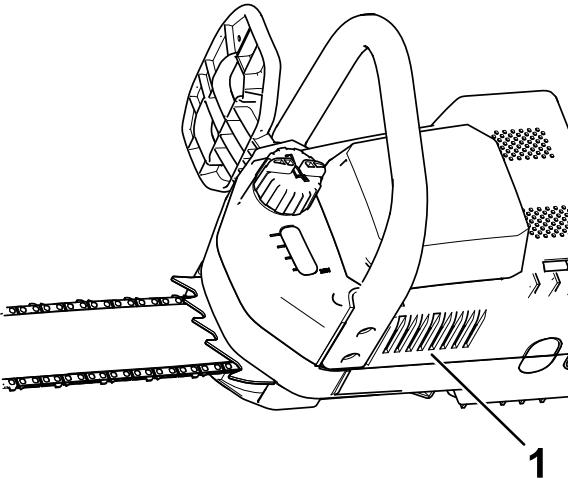
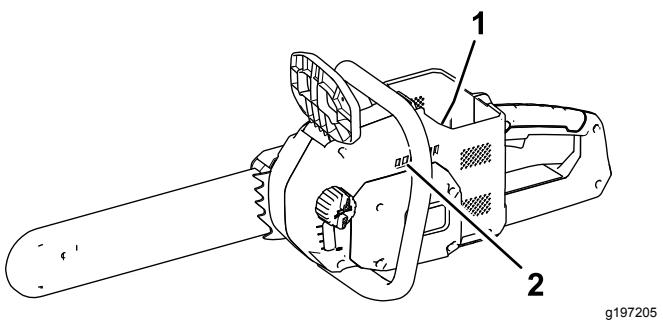

Figure 5
Figure 6
1. Assurez-vous que les événets sur la tronçonneuse (Figure 5 et Figure 6) sont exempts de poussière et de débris.